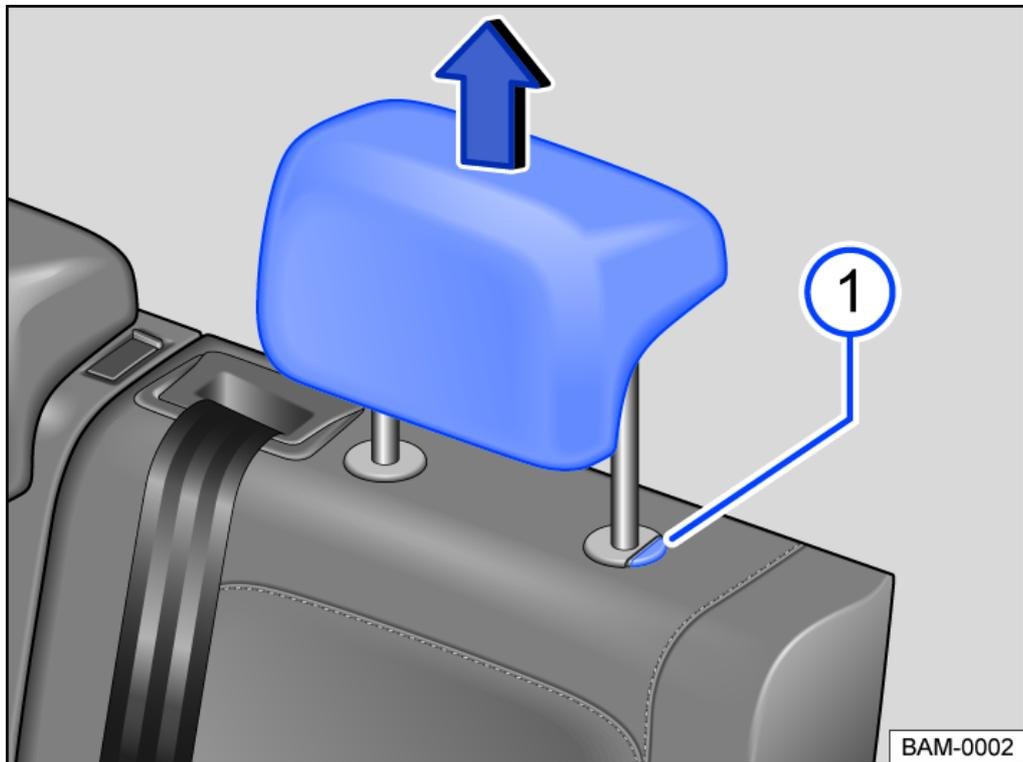

Abb. 2 Kopfstütze hinten: Ausbauen.
- Kopfstütze bei gedrückter Taste → **Abb. 2** **1** ganz herausziehen.
- Kopfstütze bei gedrückter Taste → **Abb. 2** **1** nach unten schieben.